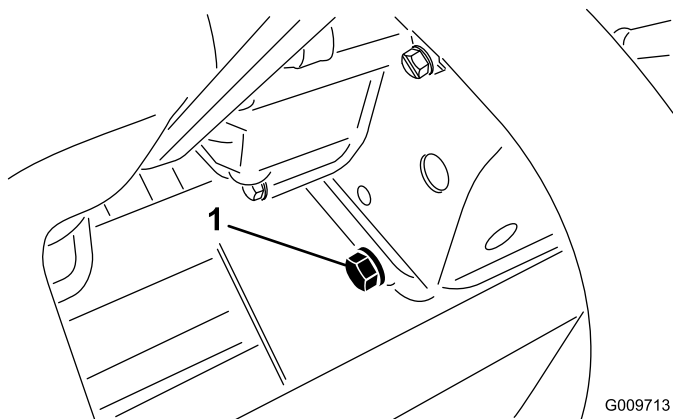

Figura 58
1. Retire o tampão de escoamento traseiro (Figura 58) e deixe o óleo escorrer para um recipiente adequado. Quando o óleo parar, volte a montar o tampão de escoamento.